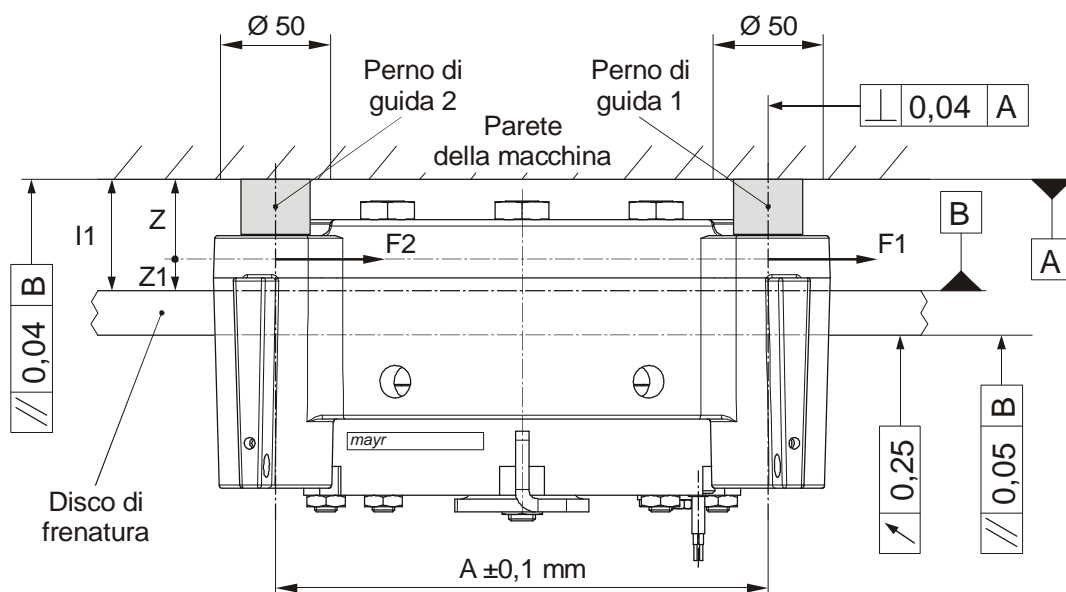

Fig. 14
- ❑ La superficie di fissaggio nell'area $\varnothing 50$ mm (fig. 14) attorno ai perni di guida fissati (Serie 894. $\frac{5}{6}$ _ _ . $\frac{2}{1}$ _) deve rientrare nella tolleranza di parallelismo di 0,04 mm rispetto al disco di frenatura.
- ❑ Le forze di taglio si trasmettono sul perno di guida del cuscinetto a strisciamento 1 (3.1). Il braccio della leva che si verifica sui perni di guida è $Z = I1 - Z1$ (Fig. 14.)